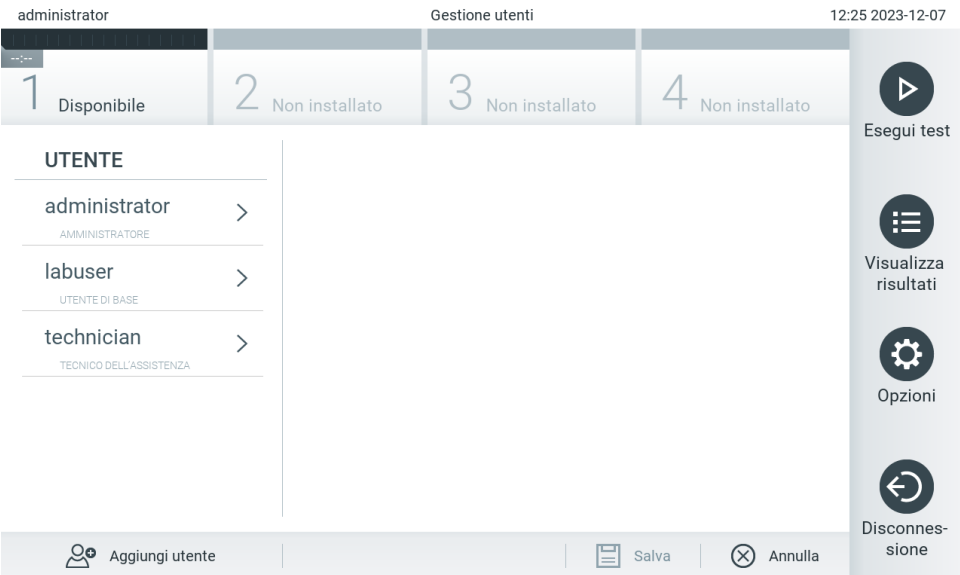

Figura 50. Schermata User Management (Gestione utenti).
1. Premere Options (Opzioni) > User Management (Gestione utenti) per configurare gli utenti. Nell'area dei contenuti del display, viene visualizzata la schermata User Management (Gestione utenti) (Figura 50).